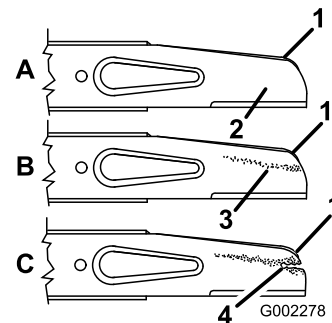

Bild 24
2. Nehmen Sie die Messerschraube, Sicherungsscheibe, den Beschleuniger und das Messer ab (Bild 24).